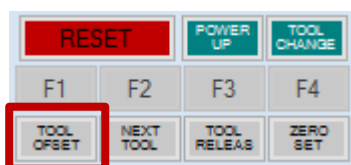

Рис.142. Кнопка «TOOL OFFSET»
8. Нажать кнопку «TOOL OFFSET» для расчета и ввода значения в таблицу (рис.142);
11. Нажать кнопку «TOOL OFFSET» для расчета и ввода значения в таблицу (рис.142);